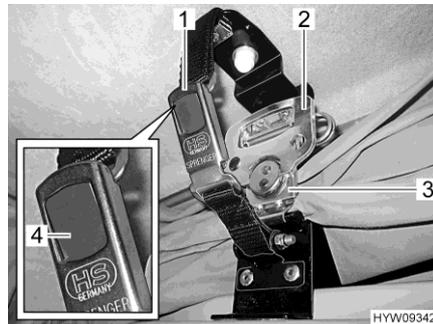

Bild 60 Verriegelung
- Auf beiden Seiten das Schnellspannschloss (Bild 60,3) nach unten ziehen und in Halteplatte einhängen.
- Jeweils Griff (Bild 60,2) am Schnellspannschloss ausklappen und eine halbe Umdrehung im Uhrzeigersinn drehen.
- Jeweils die beiden Teile des Schnappschlusses (Bild 60,1) zusammenstecken. Der graue Druckknopf (Bild 60,4) rastet ein.